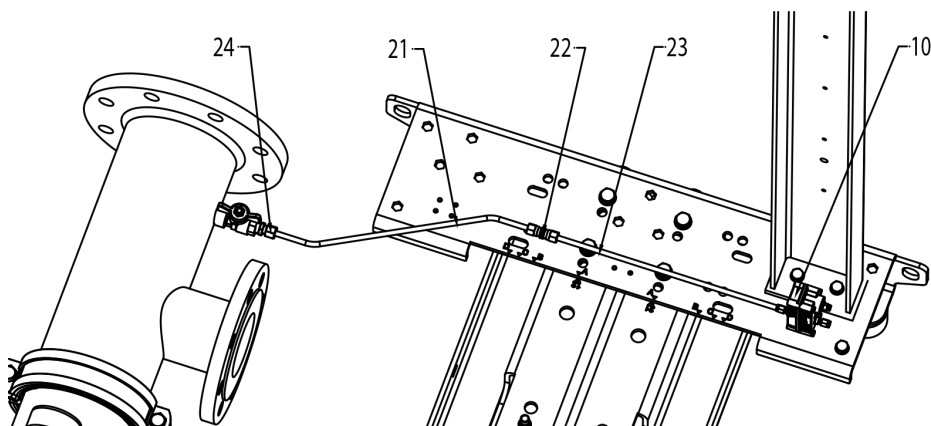

Fig. 8: Connexion du distributeur d'alimentation et du transmetteur de pression
Pour la connexion entre le distributeur d'alimentation et le transmetteur de pression, utiliser les tuyaux de diamètre 6 mm fournis (Fig. 8, pos. 21, 23) et les monter à l'aide du raccord vissé (Fig. 8, pos. 22). Relier ensuite ce sous-ensemble au transmetteur de pression (Fig. 8, pos. 10) et à la robinetterie G1/4" (Fig. 8, pos. 24).